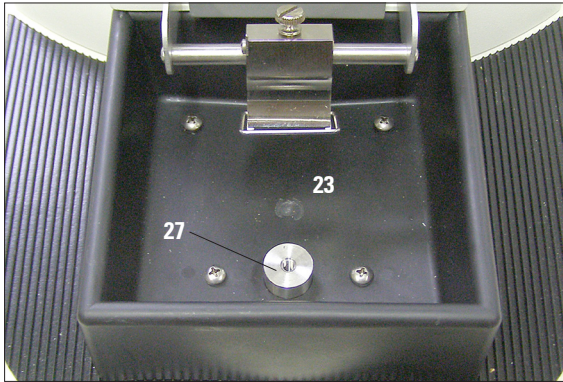
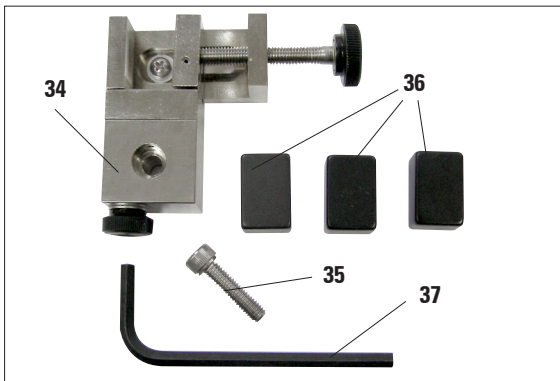
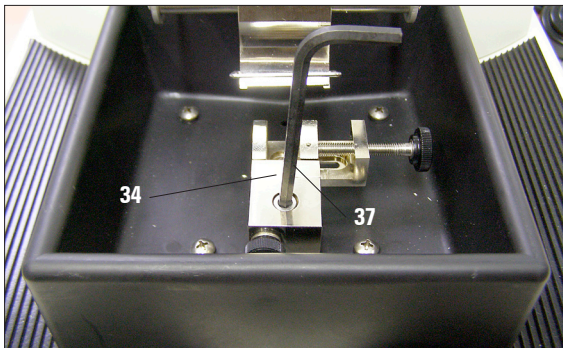

Abb. 15
Abb. 16
Abb. 17
- Die Probenklammer (34, Abb. 16) wird innerhalb der normalen schwarzen Vibratomwanne (23, Abb. 15) montiert.
- Die Zylinderschraube (35) in die Bohrung des Objektisches (27) einsetzen und mit einem Sechskant-Schlüssel SW 5 (37, im Lieferumfang enthalten) festziehen.
- Beim Festschrauben darauf achten, dass die Aufnahme (34) parallel zur vorderen Kante der Vibratomwanne steht (Abb. 17).
- Dazu zuerst die Probenklemmer (34, Abb. 16) aus der Vibratomwanne in umgekehrter Reihenfolge, wie in Kap. 4.7 beschrieben, ausbauen.